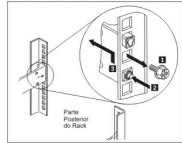

Figura 22. Levantando a Parte Posterior do Dispositivo Fora do Trilho
3. Remova a extremidade posterior dos trilhos deslizantes, conforme mostrado na Figura 22 na página 53.